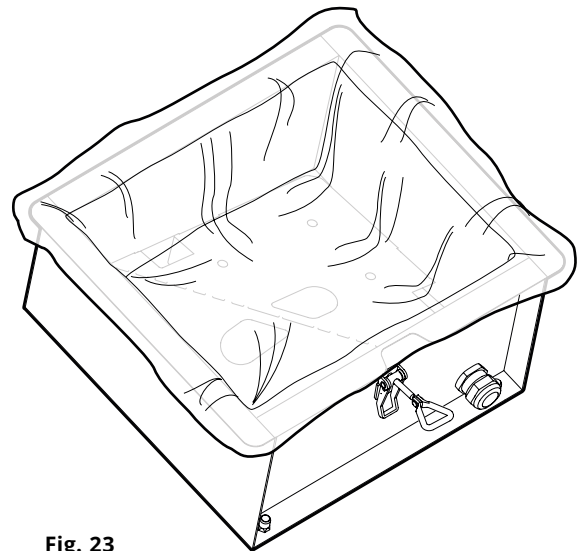

Fig. 23
6. Placera en ny stoftpåse CMF PSW3 korrekt i stoftkärllet, se **Fig. 23**.